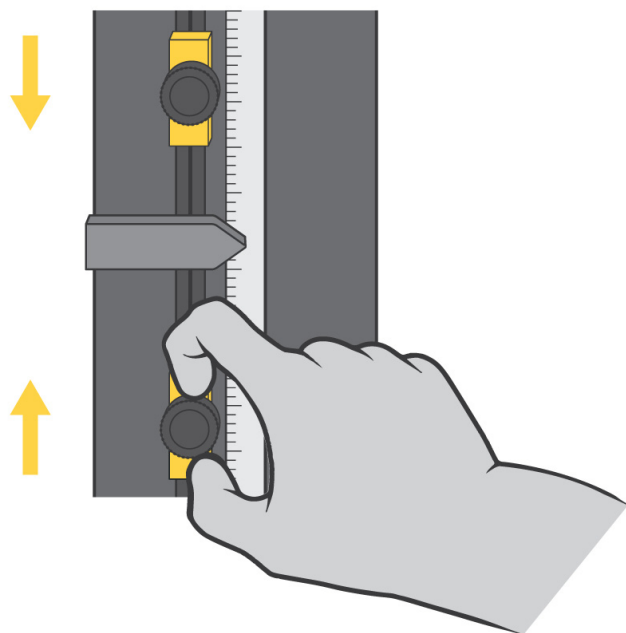

図17. リミットストップの設定
クロスヘッドのリミットストップは、95 ページの図 17 に示すように、試験機のコラム内にあるリミットスイッチ ロッドに取り付けられている調整可能な 2 つのブロックです。リミットストップ (1 および 2) には手で締めたり緩めたりするちょうねじが付いており、リミット ロッド上の任意の位置に移動することができます。クロスヘッド オーバートラベルを防ぐには、試験パラメータを少し越えた所にこれらのストップを位置決めしてください。クロスヘッドが最大プリセット トラベルに達すると、リミットスイッチ アクチュエータ (3) がこれらのストップの 1 つと接触